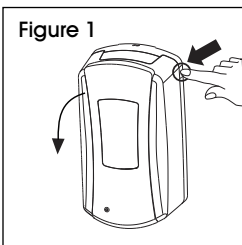

Figure 1
1. Ouvrez le distributeur en appuyant sur l'un des deux loquets à double face jusqu'à ce qu'il se détache. (Voir Figure 1)